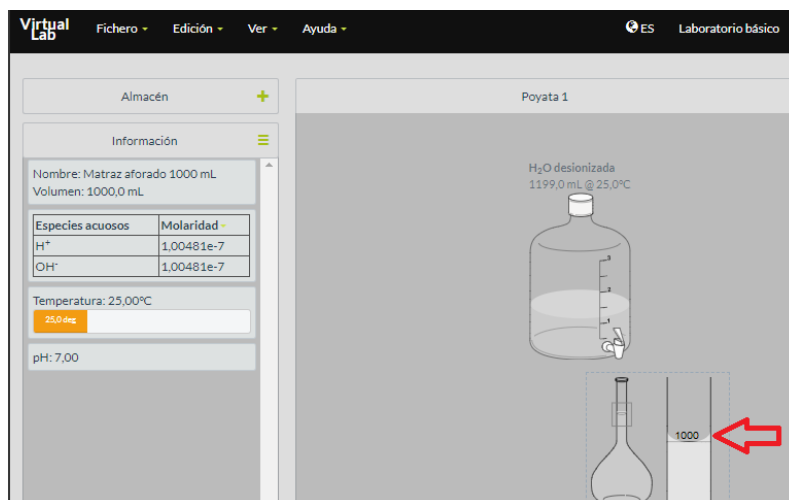

Figura 6. Simulador *Making stock solutions from solids*.
- Coloque el agua desionizada sobre el matraz volumétrico con la mezcla y añada el volumen necesario para completar hasta la marca del aforo. La disolución así preparada es la disolución madre (figura 6).